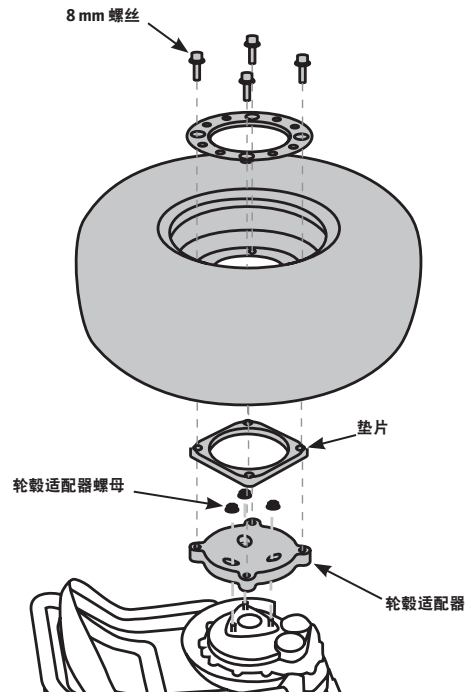

图 74：x2 SE Turf 轮胎/车轮/垫片/轮毂适配器
3. 握住车轮以防止其转动，卸下四颗 8 mm 螺丝（参见图 74）。
4. 将轮胎/车轮组件放到垫片上（参见图 74）。